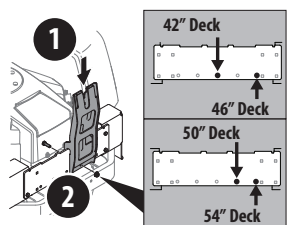

Figure 4
1. Installez le support vertical sur le support de montage installé sur l'appareil en l'insérant sur le support de montage transversal. Voir Figure 4.
2. Pour fixer le support vertical (1) sur le support de montage, utilisez le trou de montage correspondant à la dimension du plateau de coupe de votre appareil sur lequel le bac récupérateur est installé (2). Voir la Figure 4 pour la bonne position de montage. Utilisez un boulon (710-0376) et un écrou autobloquant (712-04063) du kit de quincaillerie (689-02200).